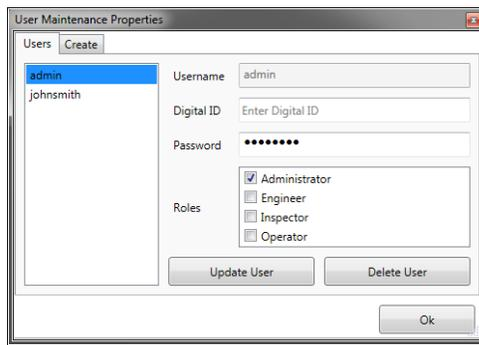

图 3.1 用户维护属性窗口
您可以通过将用户身份（第 3.1 步上的图 3.1）分配给用户帐户，从而在 Weld Sequencer 中定义用户权限。这些权限允许（或不允许）用户访问软件的某些部分。以下操作目前受用户身份的限制：
4. 点击顶部工具栏中的 用户维护 。	打开 用户维护属性 窗口（第 3.1 上的图 3.1）。
要更新用户帐户，只需点亮**用户**选项卡上的帐户，进行更改并单击**更新用户**按钮。您可以点击**删除用户**按钮，从 Weld Sequencer 中删除用户帐户。参阅第 3.1 页上的图 3.1。